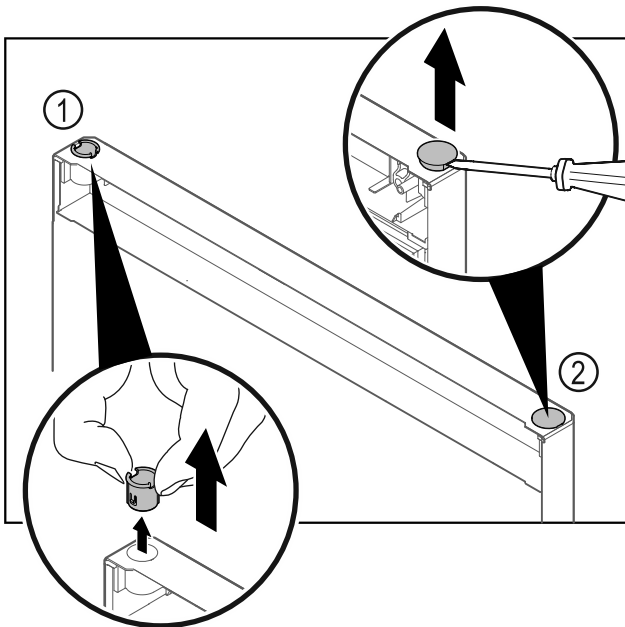

Fig. 31
- Scharnierbus Fig. 31 (1) met de vingers eruit trekken.
- Afdekstop Fig. 31 (2) voorzichtig met een sleufschroevendraaier optillen en eruit trekken.